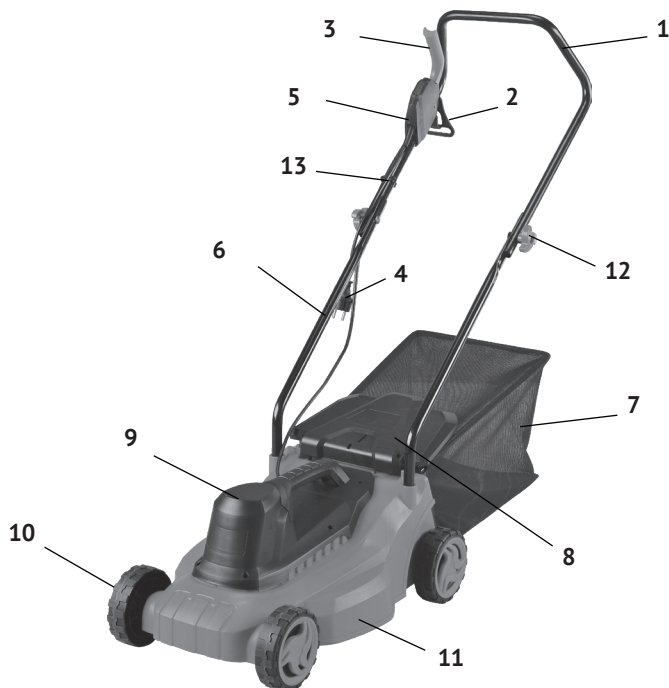

рис. 1
1.3 Вертикально расположенный однофазный коллекторный электродвигатель, ремённая передача и выходной вал с режущим ножом установлены в пластиковом корпусе (рис.1 поз.11). Конструкция ножа позволяет срезать траву и создаёт поток воздуха, для выброса срезанной травы назад или в установленный травосборник. Высота среза регулируется ручной переустановкой осей с колёсами в три фиксированных положения по высоте от поверхности земли.
Блок управления (вилка для подключения сети и рычаг включения двигателя с кнопкой блокировки) закреплён справа на рукоятке управления (рис.1 поз.1).
2.1 Силовой блок: электродвигатель, ремённая передача и выходной вал с закреплённым на его конце двухлезвийным стальным ножом установлены в пластиковом корпусе (рис.1 поз.11). Двигатель закрыт крышкой (рис.1 поз.9) с закреплённой на ней ручкой для переноски.
К задней части корпуса газонокосилки крепится травосборник (рис.1 поз.7), обеспечивающий сбор и удаление скошенной травы.
Каркас травосборника крепится к корпусу задней крышкой (рис.1 поз.8).
2.2.2 Закрепите на рукоятке кабель питания от двигателя к блоку управления фиксаторами (рис.1 поз.13) из комплекта поставки.